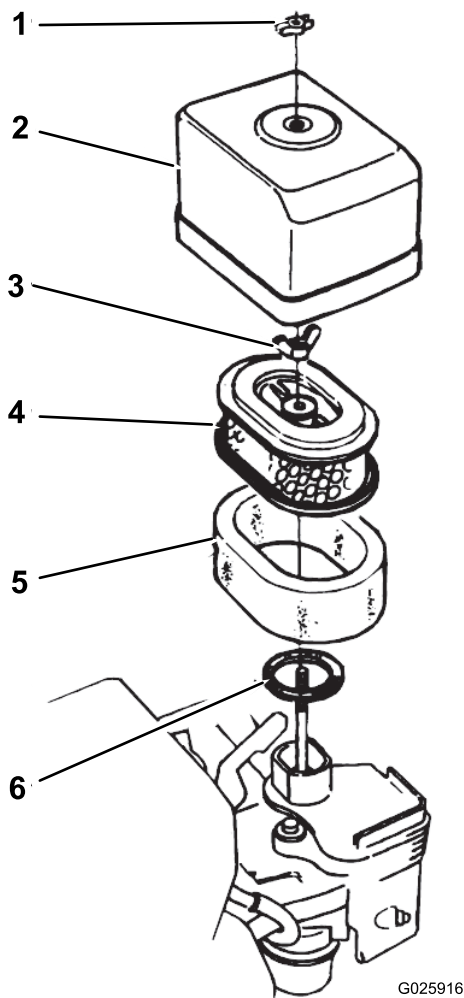

图29
- 从空气滤清器上卸下蝶型螺帽，然后取出滤清器（图29）。
- 从纸质滤芯中取出泡沫滤芯（图29）。